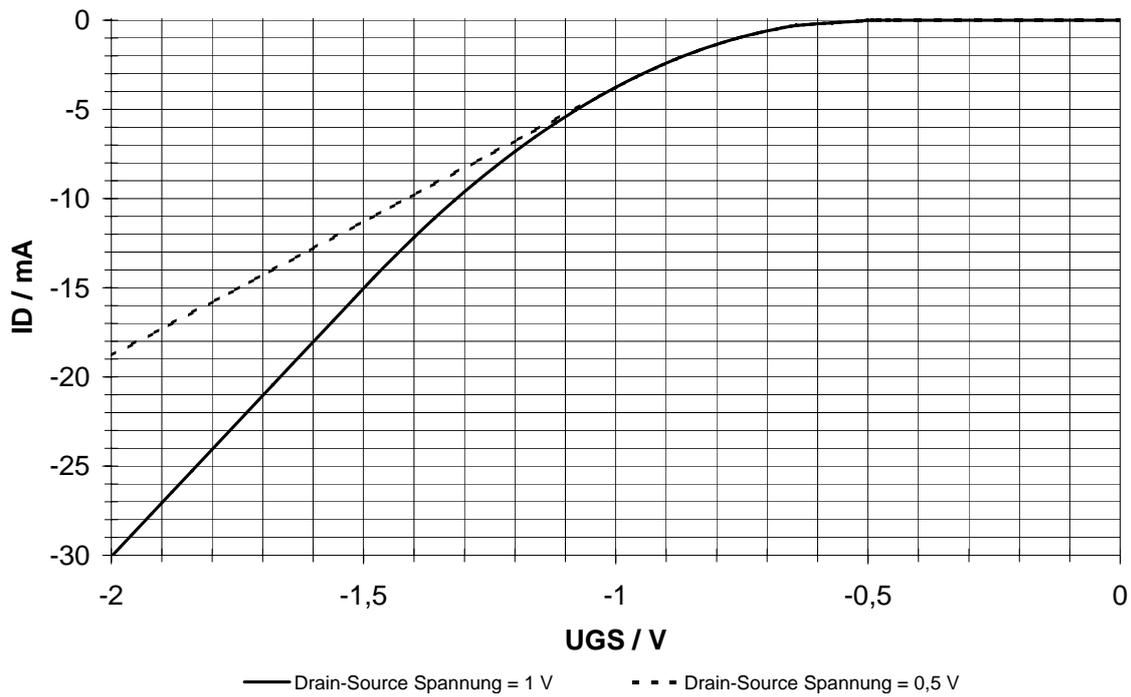

Abb. 4.2: Steuerkennlinie
4.2 Bei einem MOSFET wird die in Abb. 4.2 dargestellte Steuerkennlinie bei einer Drain-Source-Spannung von $U_{DS} = -1V$ gemessen. Die Kanallängenmodulation sei in diesem Aufgabenpunkt zu vernachlässigen.
- a) Siehe Abb. 4.2.
e) Siehe Abb. 4.2.